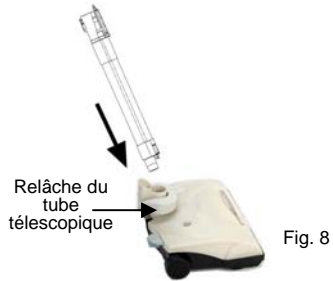

Fig. 8
1. Pour attacher le bec électrique au tube télescopique, insérez-le tube dans le réceptacle du bec électrique. (Fig. 8)